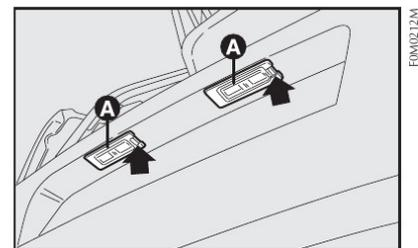
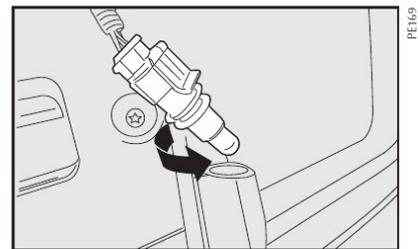

fig. 26
fig. 27
LUZES DE PLACA - fig. 26 e fig. 27
- Agir no ponto indicado pela seta com uma chave de fenda, cuidando para não arranhar a pintura e remover o grupo transparente **A-fig. 26**;
- Retirar o porta-lâmpada girando-o no sentido anti-horário **fig. 27**;